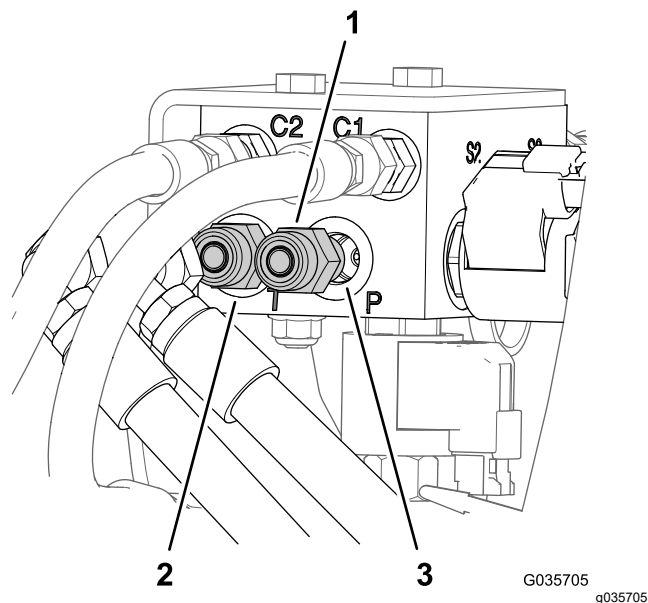

Figura 9
2. Îndepărtați furtunurile de la fittingurile hidraulice drepte de la portul P și portul T ale colectorului cilindrului de ridicare (Figura 9).
3. Îndepărtați fittingurile hidraulice drepte de la portul P și portul T ale colectorului cilindrului de ridicare vechi (Figura 9).
1. În partea din spate a pulverizatorului, etichetai furtunurile la portul P și portul T al colectorului cilindrului de ridicare (Figura 9).